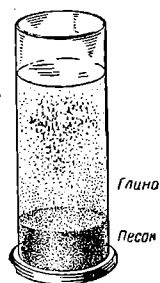

Рис. 18. Отстаивание жидкости с примесями твёрдых частиц.
**Опыт. 1** В стеклянный цилиндр или высокий стакан с водой бросьте немного сухой, мелко растёртой глины и хорошо взболтайте стеклянной палочкой или лучинкой. Полученную мутную жидкость оставьте спокойно стоять (рис. 18). Что при этом происходит? Крупные или мелкие частицы оседают в первую очередь?